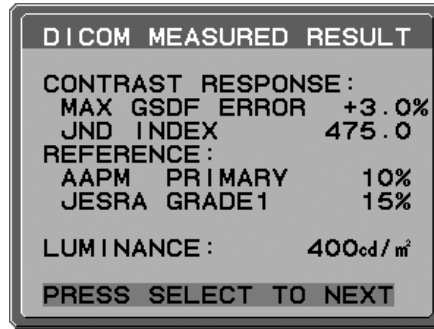

Figure D.2
4. Le message RESULTAT MESURE DICOM s'affiche (Figure D.2). Vous pouvez définir la DATE et l'HEURE grâce aux touches de commande. Appuyez ensuite sur SELECT.